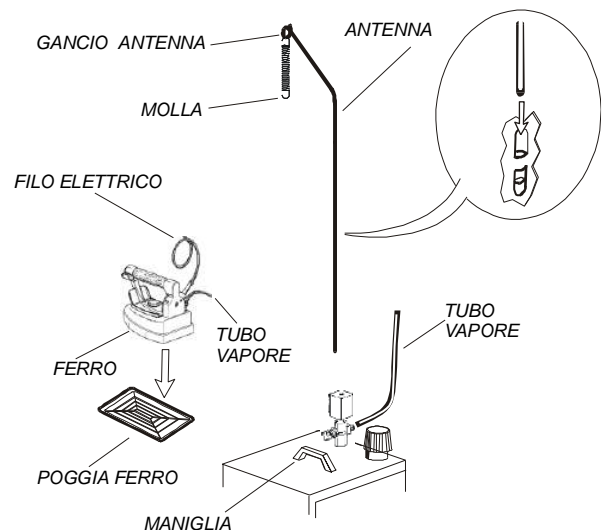

Fig. 1
2. Estrarre il SATURNINO DA TAVOLO dalla scatola, montare l'antenna e inserirla nell'apposito porta antenna situato sul retro dell'apparecchio (fig. 1), avendo l'avvertenza di inserirla bene fino in fondo.
3. Fissare la molla reggi filo al gancio dell'antenna evitando attorcigliamenti (fig. 1).
4. Posare il ferro sul poggia ferro in gomma in dotazione (fig. 1).